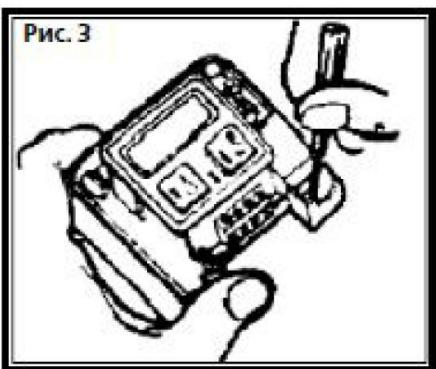

Рис. 3
3.2.3. Заведите контактный кабель через отверстие в тыльной панели и прикрепите термостат двумя шурупами к стене (см. рис. 3). Отверстия под шурупы расположены в верхнем левом и нижнем правом углах тыльной панели термостата.